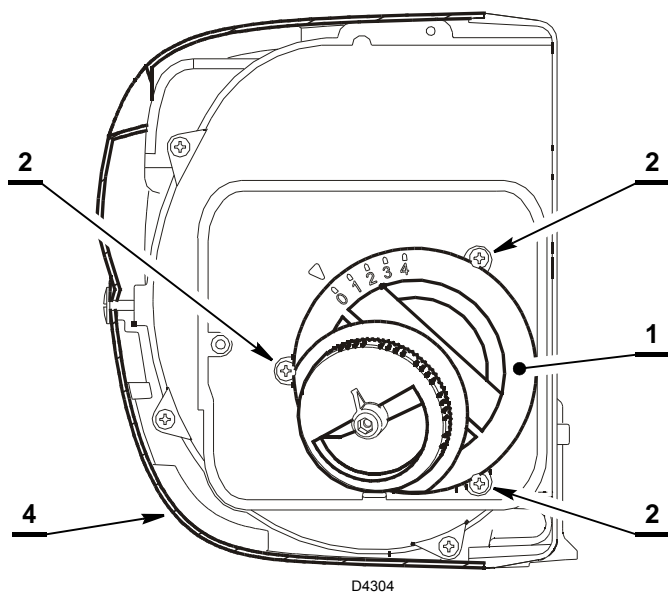

Fig. 23
- Quitar la envolvente 4) (Fig. 23), desenroscar la tuerca de fijación de la brida y extraer el quemador.
- Aflojar los tres tornillos 2) (Fig. 23) y quitar el grupo de regulación aire 1).